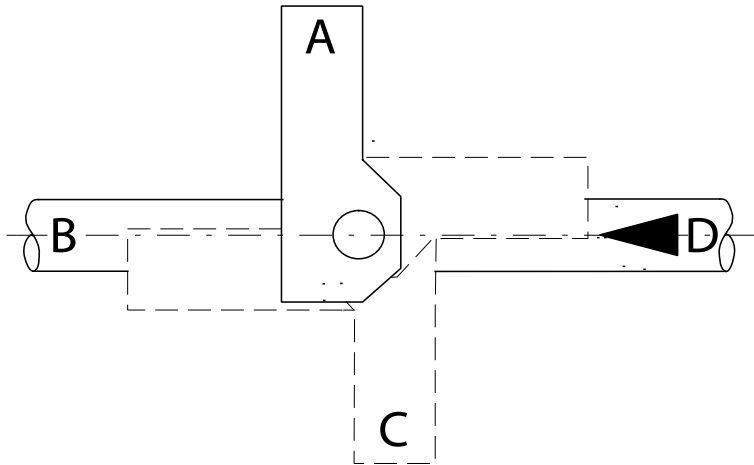

Fig.5-6 Posición de montaje del actuador
5. Colocar el actuador con el soporte en la posición requerida (posición A, B, C o D) (→ Fig.5-6) en el eje del cuerpo de la válvula y fijar la unidad con la ayuda de los pernos (→ Fig.5-5/6).